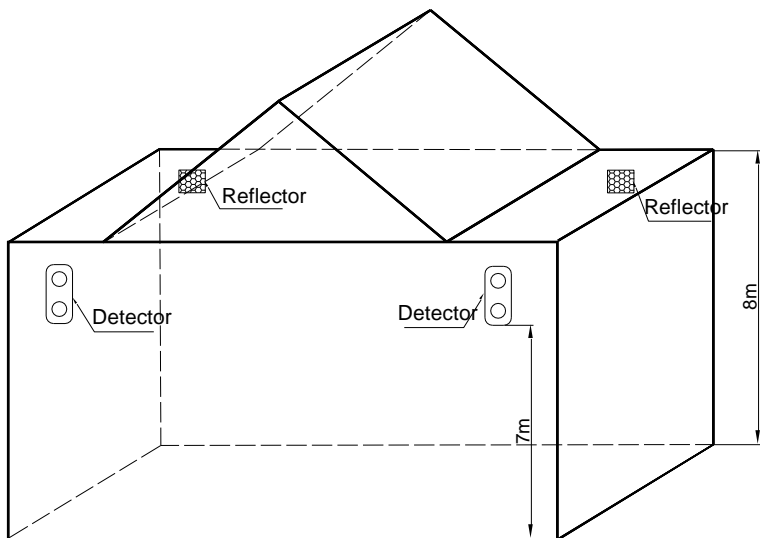

Fig. 6
- c) Nel caso che lo spazio in altezza superi 8m dal pavimento ed il tetto ha la classica navata in spiovente, il rilevatore e la piastra riflettente vanno montati sui rispettivi muri contrapposti assicurandosi che la distanza in verticale fra il rilevatore/piastra con il colmo del tetto sia oltre 0.5m. Vedi Fig. 6. La distanza del rilevatore al pavimento dovrebbe essere di 7m.